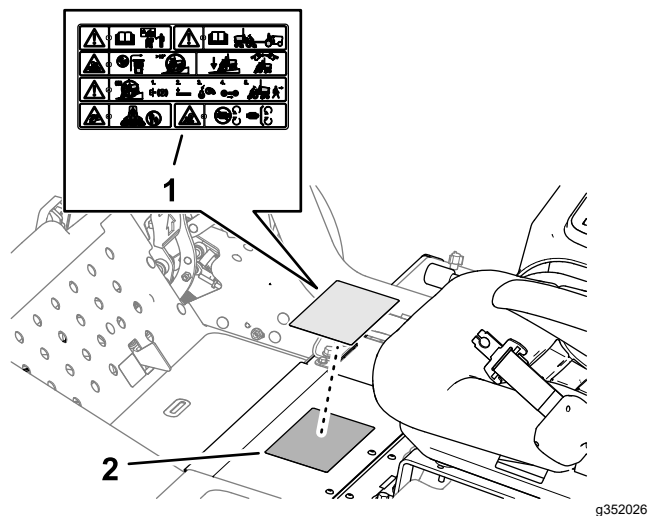

图 24
1. 用酒精擦拭标准警告标贴并让机架干燥图 24。
2. 撕去 CE 警告标贴零件号 138-1186 的背衬并将其贴到标准警告标贴上如图 24 所示。